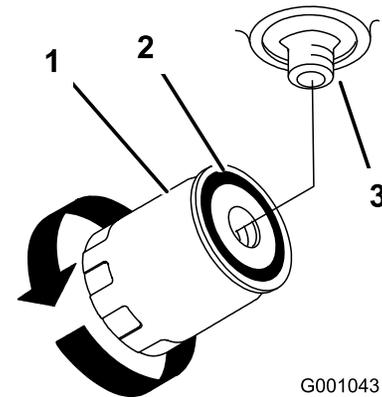

Bild 69
3. Ölen Sie die Gummidichtung am Austauschfilter (Bild 69) leicht mit Hydrauliköl ein.
7. Füllen Sie den Hydraulikbehälter mit Hydraulikflüssigkeit, bis die Flüssigkeit über den Filter läuft. Drehen Sie den Ölfilter dann nach rechts, bis die Gummidichtung den Filteradapter berührt. Ziehen Sie den Filter dann um eine weitere halbe Umdrehung fest (Bild 69).